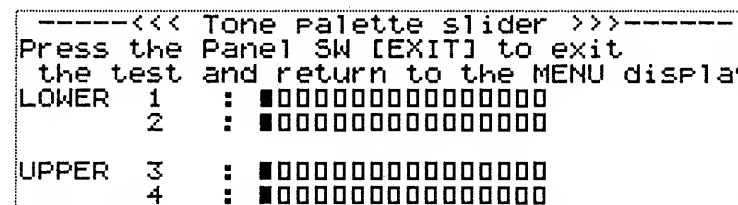

Fig.12
2. The LCD shown in figure 12 will appear.
2. LCDディスプレイに、Fig.12のように表示される。